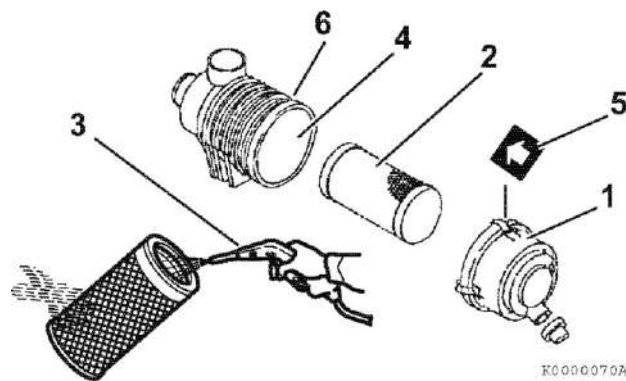

Рисунок 48
1. Отцепите и снимите крышку фильтрующего элемента воздушного фильтра (рисунок 48 (1)).
3. Продуть (рисунок 48 (3)) фильтрующий элемент в направлении изнутри-наружу сжатым воздухом под давлением 0.29 - 0.49 МПа, 3.0 - 5.0 кгс/см2, чтобы удалить частицы пыли. Следует применять минимально низкое давление воздуха, чтобы не повредить фильтрующий элемент при удалении пыли.
8. Повторно установите крышки воздушного фильтра, удостоверившись, что направление стрелки (рисунок 48 (5)) на крышке совпадает со стрелкой на корпусе (рисунок 48 (6)).
Следует заменять фильтрующий элемент воздушного фильтра (рисунок 48 (2)) через каждые 500 часов работы двигателя, даже если фильтрующий элемент не поврежден и не загрязнен.
При замене фильтрующего элемента, необходимо очистить внутреннюю часть корпуса воздушного фильтра (рисунок 48(4)).